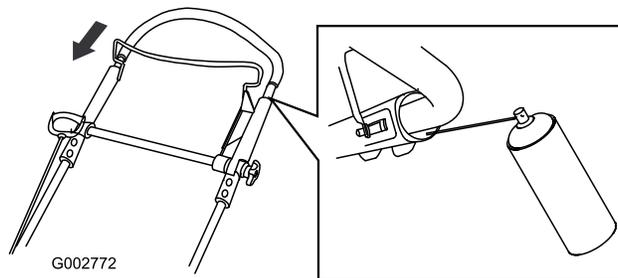

Рисунок 41
2. Полностью отожмите книзу верхнюю часть рукоятки и распылите смазку на внутреннюю пластмассовую поверхность наружной части рукоятки (Рисунок 41).